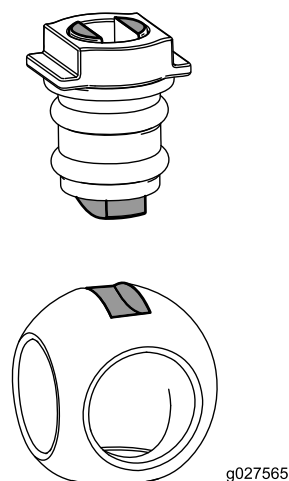

Figura 7
10. Inserte la bola en el cuerpo de la válvula (Figura 7).